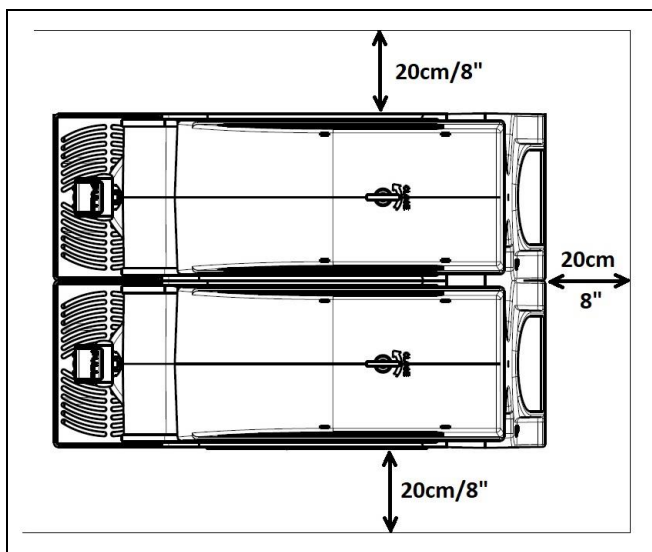

Fig. 14
b) Appoggiare l'apparecchio su una superficie orizzontale e solida facendo in modo che la carrozzeria dell'apparecchio sia ben areata (almeno 20cm/8" di spazio libero tutto intorno, fig.14), installare l'apparecchio in un ambiente asciutto ed evitare di installarlo vicino a fonti di calore. **La temperatura ambiente di utilizzo macchina deve essere compresa tra i 75°F e i 100°F (fra i 24 ed i 38°C).** Per la versione 220-230V/60Hz tale temperatura può essere estesa fino a 43°C/109°F.